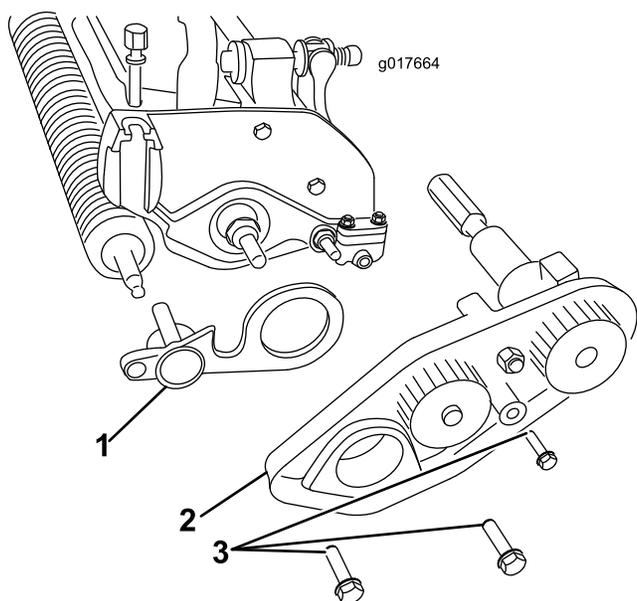

Figure 5
10. Retirez les 3 boulons qui fixent l'entraînement de courroie au plateau de coupe et déposez l'entraînement complet (Figure 5).
- Insérez l'autre extrémité de l'arbre du groomer dans la plaque de support gauche (Figure 5).
- Montez l'entraînement de courroie de cylindre au moyen des boulons retirés précédemment, et assurez-vous que la plaque latérale tourne librement (Figure 5).